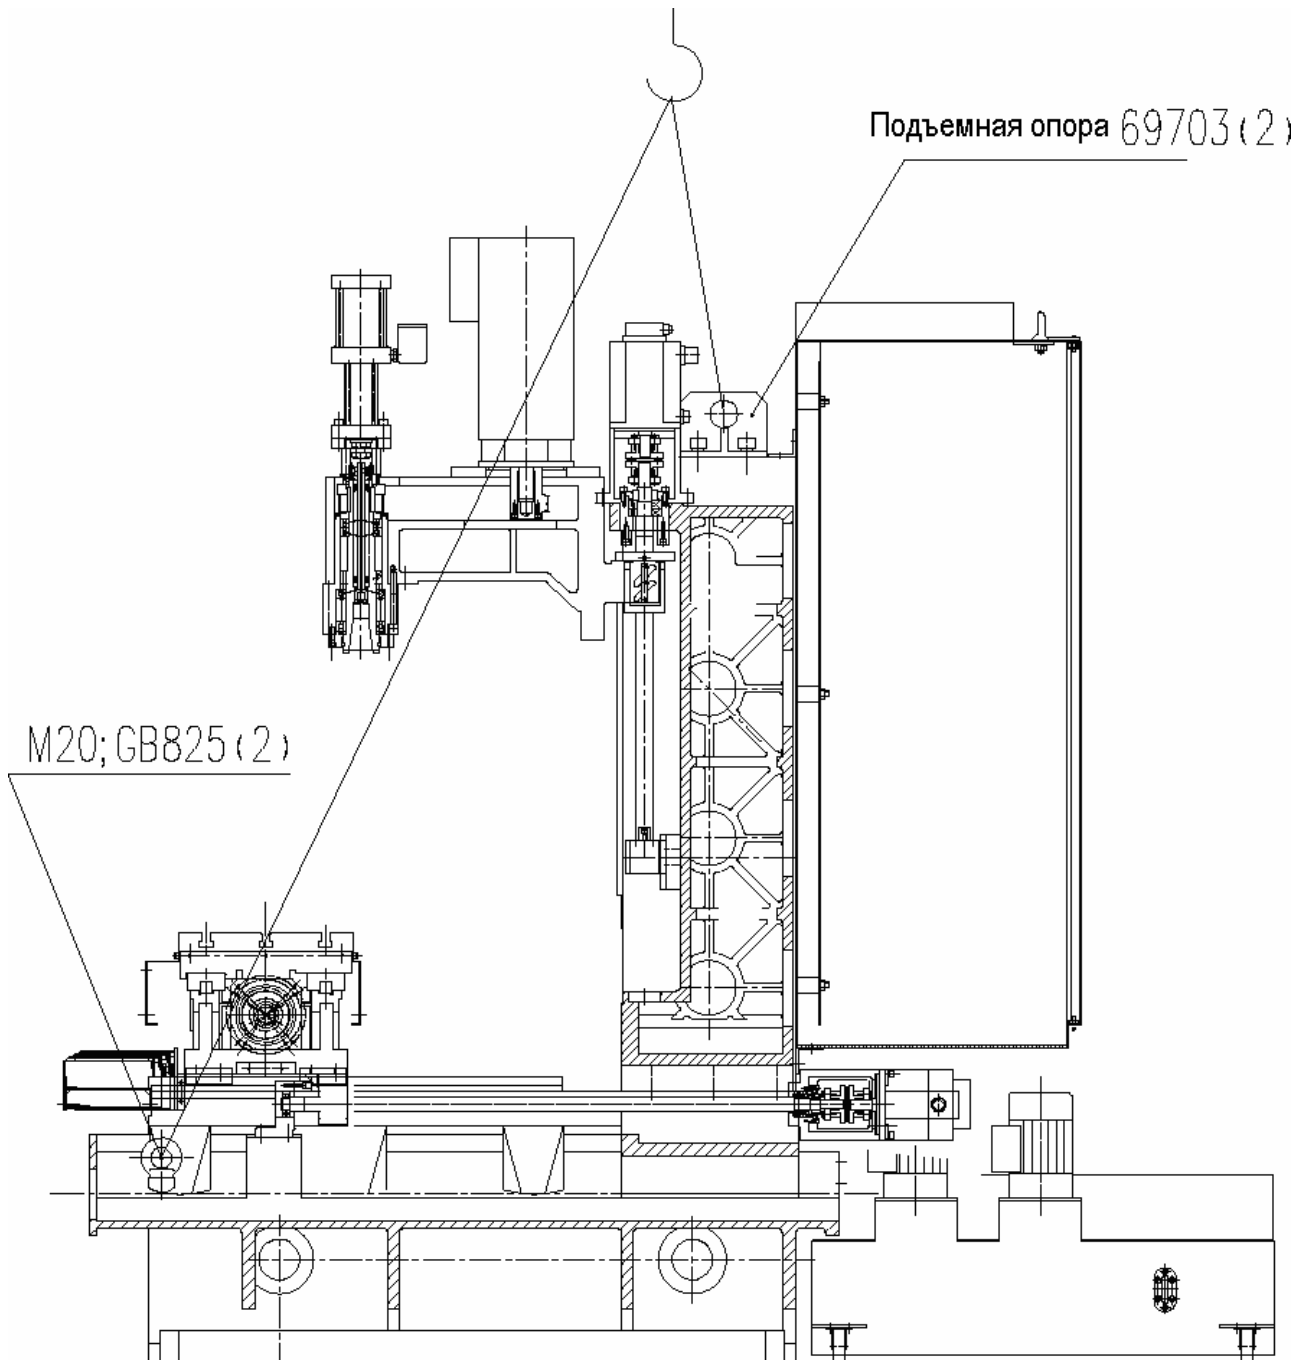

Рис. 3-3: схема строповки при подъеме
2. Протяните грузоподъемный канат через болты с проушиной (см. рис. 3.3).